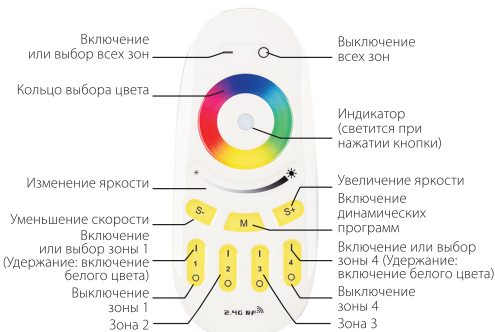

Рис.3. Пульт СТ16-RGB
- 3.10. Функции пульта ДУ (Рис.3).